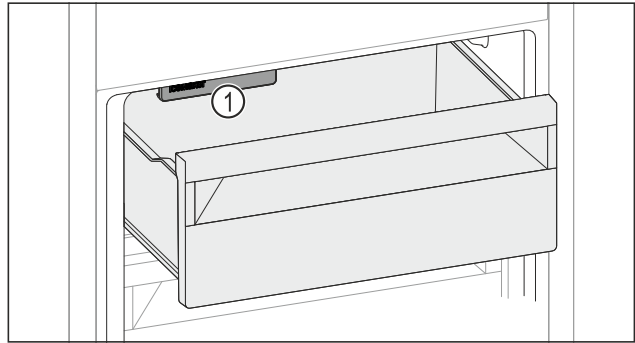

Fig. 155
- ▶ Vegye figyelembe az IceMaker-t Fig. 155 (1).